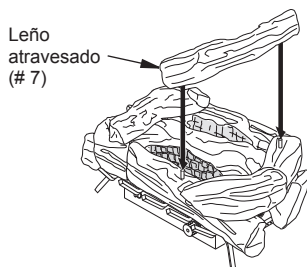

Figura 25 - Instalación del leño atravesado (# 7)
6. Coloque el leño atravesado (# 7) sobre el sujetador del leño atravesado # 6 y sobre el sujetador del leño delantero derecho (# 4; consulte la figura 25).